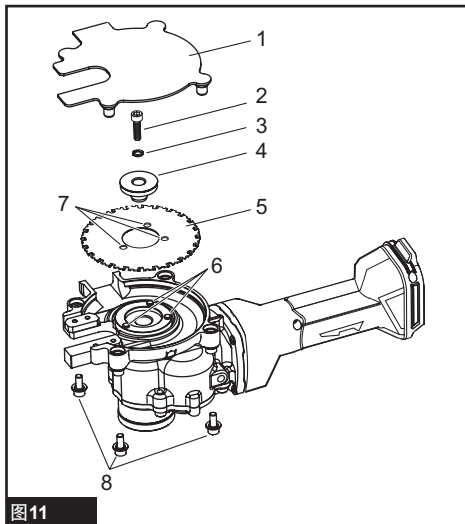

图11
► 图11：1. 镶齿锯罩 2. 螺栓 3. 垫圈 4. 镶齿锯导板 5. 镶齿锯 6. 销钉 7. 孔 8. 镶齿锯罩固定螺栓